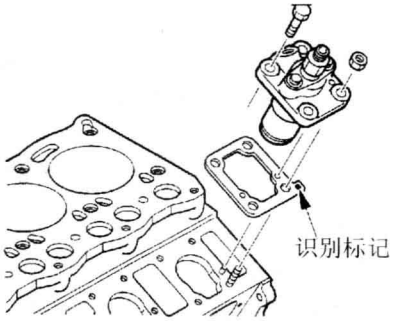

图 4-2-9 喷油正时的调整 (2)
(6) 在喷油泵和缸体之间放一垫片，调整喷油正时。表 4-2-2 介绍了 9 种类型的垫片，识别标记打印（或压印）在顶面上，如图 4-2-9 所示。注意：同时对 3 个汽缸的喷油泵进行垫片调整，如果在发动机大修时丢失了垫片并且不知道垫片的厚度，那么在装配发动机时应插入临时垫片。装配发动机之后，检查喷油正时并调整垫片，直到获得正确的喷油正时。参考：加入 0.1mm 的垫片相当于使曲轴角度滞后 1° 。